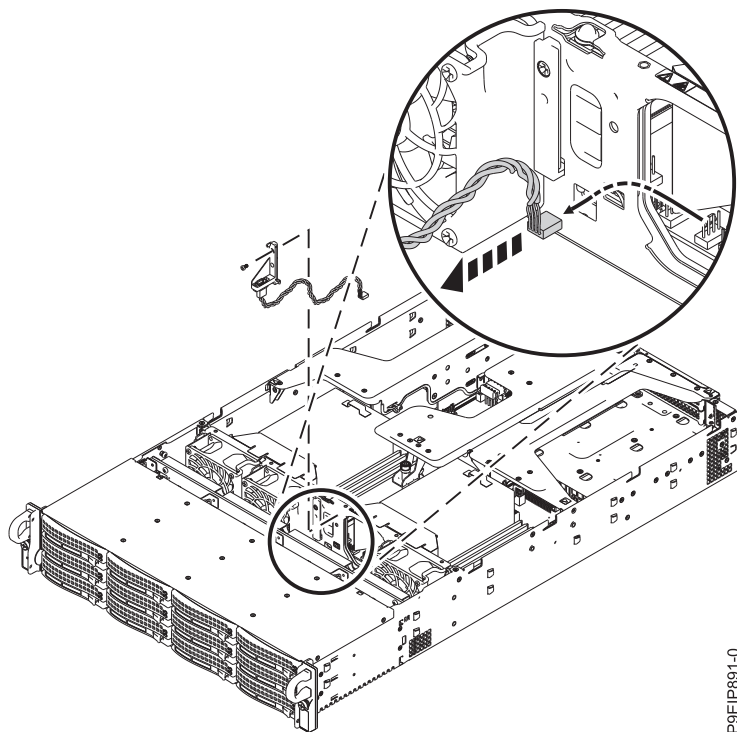

Figure 35. Retrait du câble de ventilateur
5. Soulevez le support du châssis, en faisant soigneusement passer le câble du ventilateur par la cloison du châssis, comme illustré dans la figure 35.